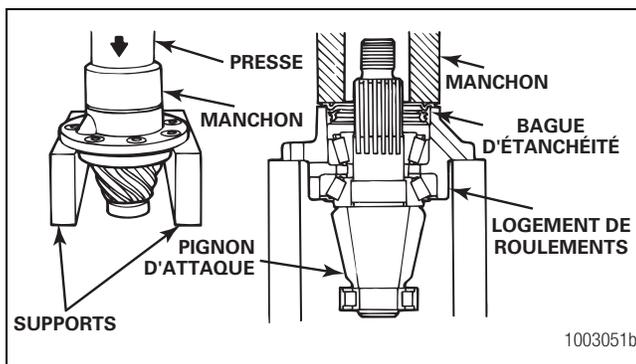

Figure 5.28
- C. Emmancher la bague d'étanchéité dans le logement de roulements. La collerette de la bague d'étanchéité doit reposer d'équerre sur le logement de roulements. Utiliser un manchon ou un mandrin de bague de taille approprié qui s'ajuste à la collerette métallique de la bague d'étanchéité. Le diamètre du manchon ou du mandrin doit être supérieur au diamètre de la collerette. Figure 5.28.